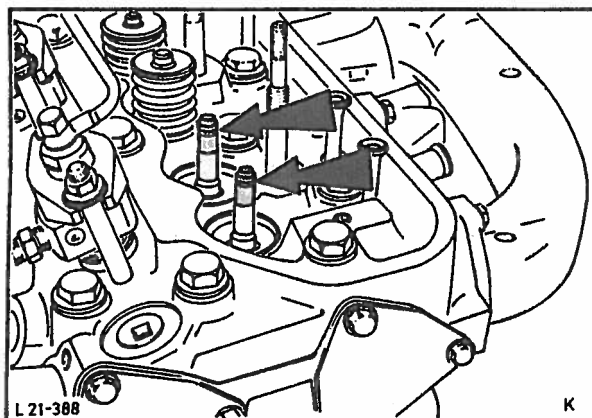

Fig. 144 Dekk ventillåsenes spor med limbånd.
5. Monter limbånd over ventillåsenes spor, fig. 144. Plasser tetningsringene over ventilstammene og ta vekk limbåndet fra ventilstammene.